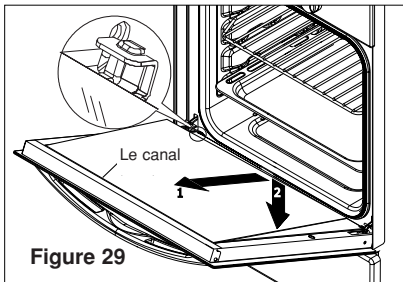

Figure 29
6. Repositionner la vitre dans le canal de support supérieur, tirer vers soi afin de la remettre dans ses ergots (Voir fig.29-étape 1).
Ne pas oublier de retirer les tiges métalliques (Voir fig.29-étape 2).